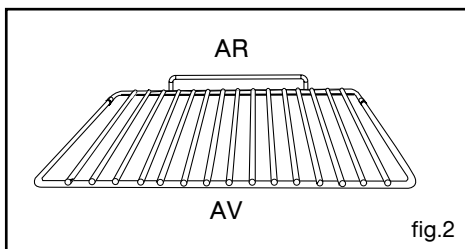

fig.2
• Grille sécurité anti-basculement fig.2
- Cote de profondeur d'encastrement entre le mur à l'arrière et l'avant de l'appareil : **610 mm** (voir fig. 2, vue de dessus).